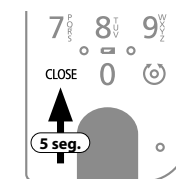
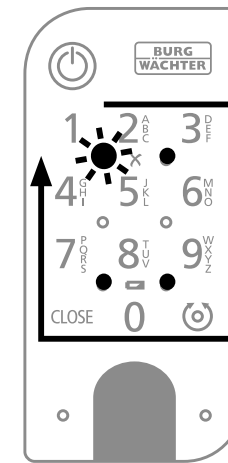

Fig. 4
Fig. 5
- 4 Pressione e segure o botão CLOSE por cinco segundos (Fig. 4) até que os LEDs de sinal no teclado acendam no sentido horário (Fig. 5).